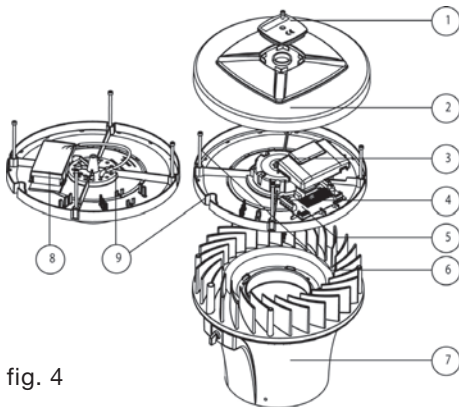

fig. 4
- 1 Dévissez le boulon à six pans creux M5 (fig. 4 pièce 1) et retirez le bouchon d'air ainsi que le couvercle du ventilateur.
- 2 Remettez en place le couvercle et le bouchon d'air et revissez le boulon à six pans creux M5 (fig. 4 pièce 1).